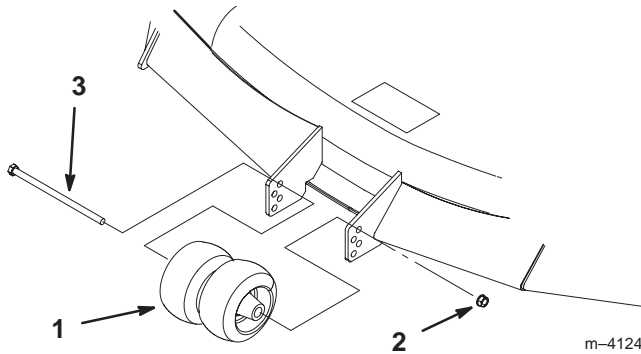

Figure 19
2. Lorsque la hauteur de coupe est réglée, enlevez le boulon et l'écrou (Fig. 19).
3. Choisissez le trou pour que la roue de jauge se trouve le plus près possible de la hauteur de coupe correspondante voulue (Fig. 19).
4. Remettez le boulon, les galets centraux et l'écrou (Fig. 19).